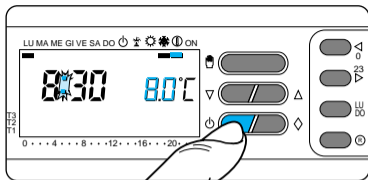

Fig. 53
10.1 - Pulse una sola vez el botón ① (fig. 53).